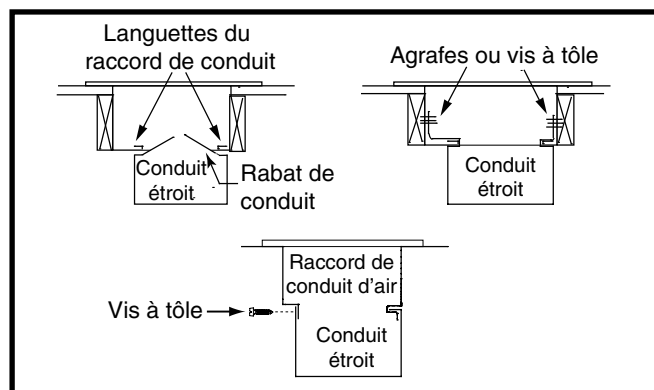

Figure 12. Conduits étroits
- Piez les languettes inférieures du raccord de conduit vers le haut et serrez-les le plus possible contre le conduit d'alimentation en air. Consultez la Figure 12 \(page 7\).